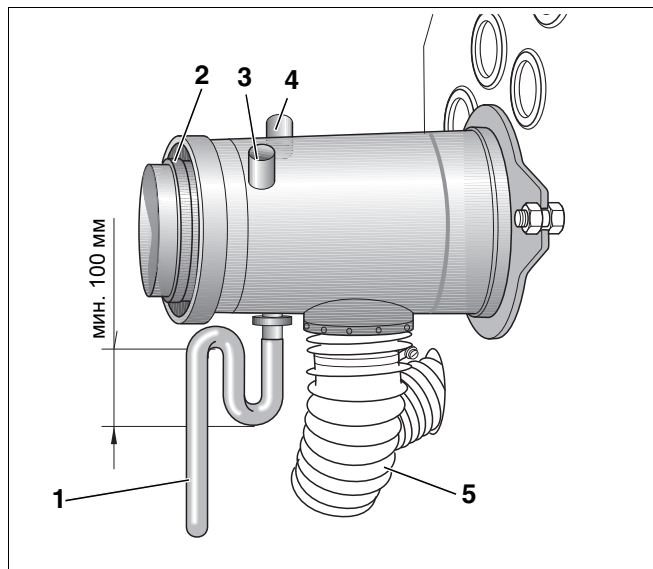
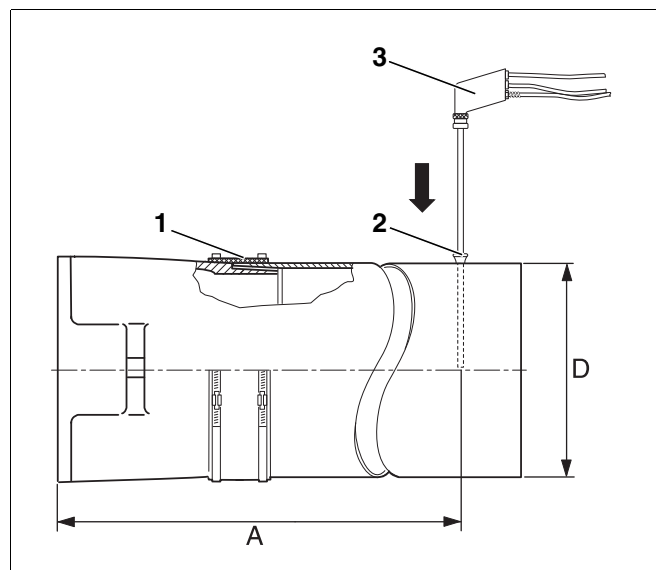

Рис. 14 Присоединительный штуцер концентрической дымовой трубы
Рис. 15 Проведение замеров
Замеры осуществляются только на присоединительном участке дымовой трубы (Рис. 15, стр. 21) или на штуцере концентрической дымовой трубы (Рис. 14).
Отверстие для замеров (муфта; Рис. 15, **поз. 2**) должна находиться на расстоянии "А" (примерно 2 диаметра дымовой трубы "D") от патрубка дымовых газов (Рис. 15). Если сразу после отопительного котла установлен отвод для соединения с дымовой трубой, то замеры нужно производить до этого отвода.
Мы рекомендуем установить уплотнительную манжету (Рис. 15, **поз. 1**) для соединения котла с дымовой трубой.
- Опустить измерительный зонд (Рис. 15, **поз. 3**, стр. 20) в центр потока (середина трубы), здесь дымовые газы имеют наивысшую температуру.